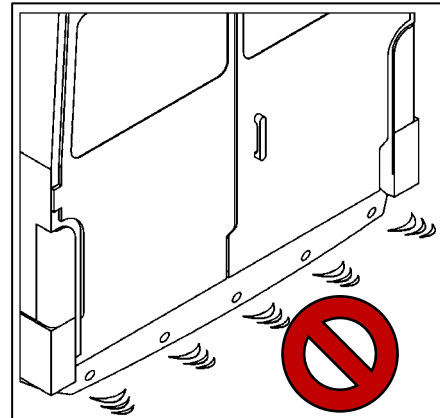

Abbildung 9
- Bei Fahrzeugen mit hinterer Einparkhilfe hat diese nach Montage der Plattform keine korrekte Funktion mehr, weil die Sensoren durch das Hubwerk gestört werden (siehe Abbildung 9).